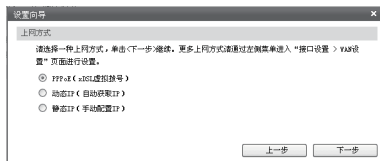

图4-6 上网方式
- 6.图4-6显示了最常用的三种上网方式,可以根据自身情况进行选择,然后单击“下一步”继续。